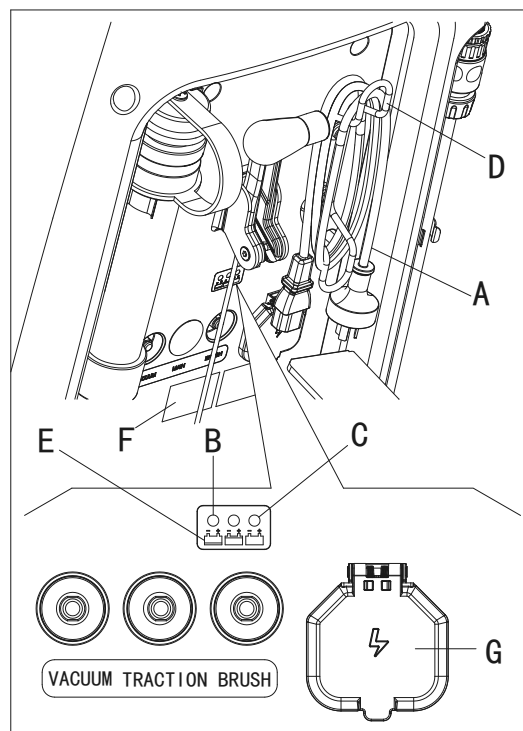

Figure 17
7. Brancher le câble du chargeur de batterie (A, Fig. 17) au réseau électrique (G) (la tension du réseau électrique et la fréquence doivent être compatibles avec les valeurs du chargeur de batterie figurant sur la plaque signalétique portant le numéro de série de la machine (F). Lorsque le chargeur de batterie est connecté au réseau électrique, toutes les fonctions de la machine sont automatiquement coupées. Si le témoin lumineux rouge (B) sur le panneau de commande du chargeur de batterie reste allumé, le chargeur de batterie est en train de charger les batteries.
8. Lorsque le témoin lumineux vert (C) s'allume, la charge de la batterie est achevée.
9. Lorsque la charge de la batterie est achevée, débrancher le câble du chargeur de batterie (A) du réseau électrique (G) et l'enrouler autour de son logement (D).
Pour plus d'informations sur le fonctionnement du chargeur de batterie (E, Fig. 17), voir le Manuel pertinent.